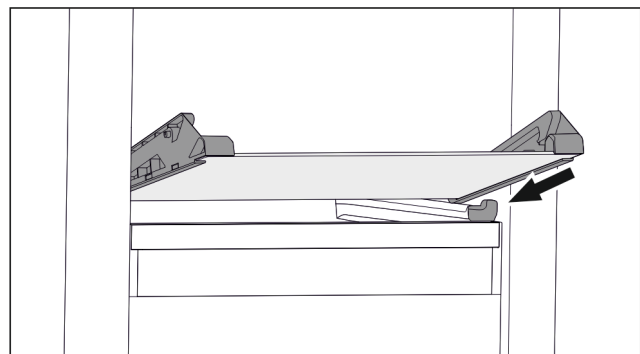

Fig. 109 Glasplatte des abklippbaren Schubfachs
- ▶ Glasplatte schräg hinter den Stopperrn aufsetzen. (siehe Fig. 109)